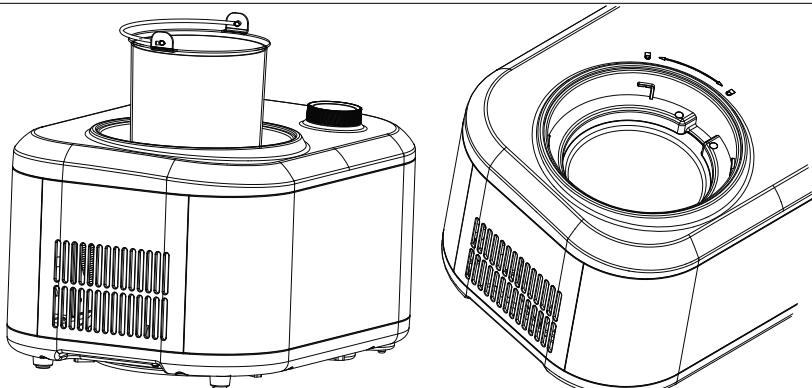

Abb. 4
- ▶ Setzen Sie den Aluminiumbehälter in die Kühlsschale ein, wobei beide Enden des Griffes des Aluminiumbehälters in die Aussparungen am oberen Ring der Kühlsschale eingesetzt werden (siehe Abb. 4).